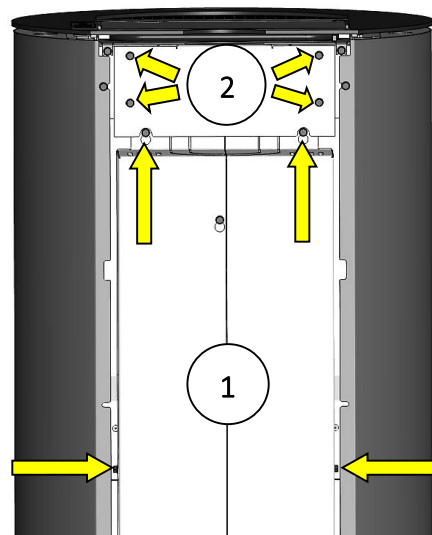

Fig. 3 : retirer la paroi arrière et le cache supérieur
1. Retirer la paroi arrière (Fig. 3 pos.1) ainsi que le cache supérieur (Fig. 3 pos.2). Il est nécessaire de retirer les 4 vis du cache supérieur et de dévisser les 4 vis de la paroi arrière.